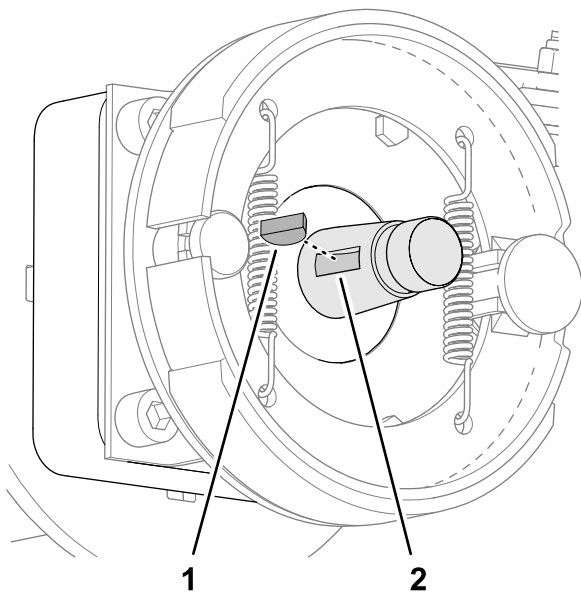

Рисунок 66
5. Снимите сегментную шпонку с вала колесного мотора (Рисунок 66).